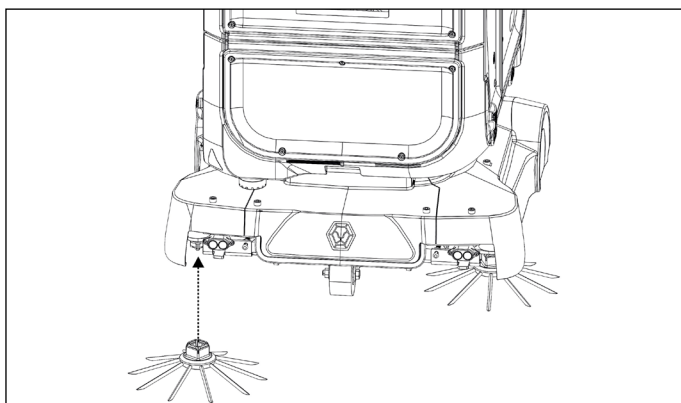

Figure 78
3. Alignez le noyau avec la pièce d'accouplement métallique interne du robot, puis poussez le noyau d'une nouvelle brosse latérale vers le haut pour verrouiller, un clic peut être entendu (**Fig. 78**).